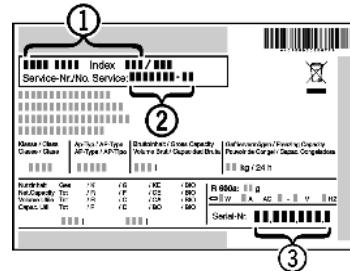

Fig. 42
- Считать обозначение устройства Fig. 42 (1), сервисный номер Fig. 42 (2) и серийный номер Fig. 42 (3) с заводской таблички. Заводская табличка находится внутри устройства слева.